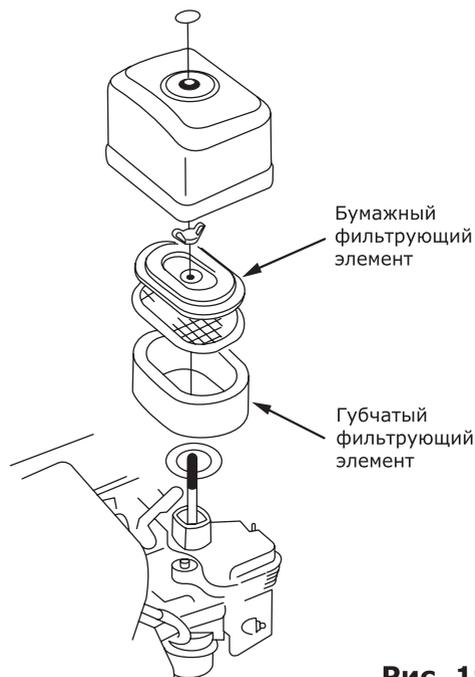

Рис. 19
**Очистка губчатого фильтра осуществляется в следующей последовательности (рис. 19):**
**Очистка бумажного фильтра осуществляется в следующей последовательности (рис. 19):**